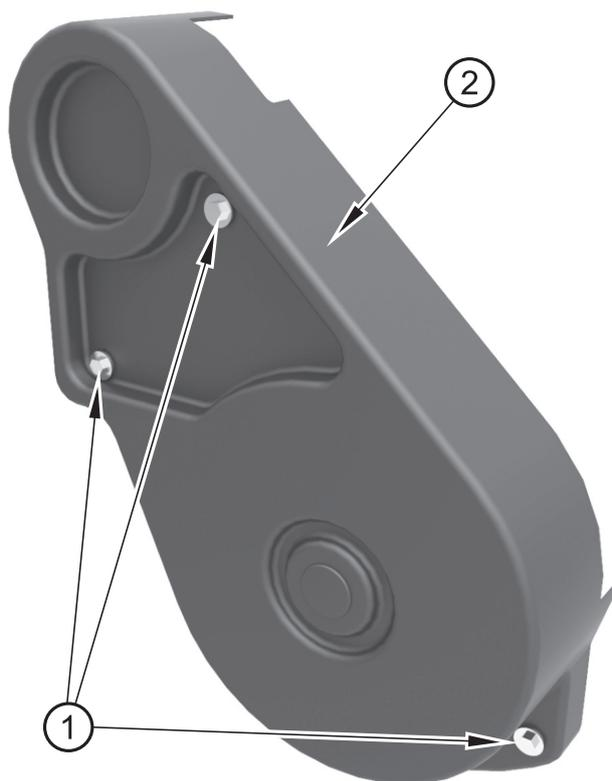

Figura 12
1. Svitare i bulloni (figura 12 voce 1) e rimuovere la protezione (voce 2).